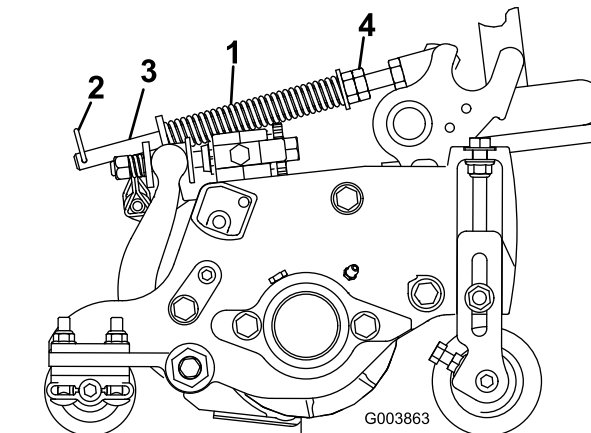

Figura 16
1. Asegúrese de que el pasador de horquilla está instalado en el taladro del extremo de la varilla (Figura 16).
Nota: Si es necesario retirar la unidad de corte de la máquina, mueva la chaveta al taladro delantero de la varilla del muelle (Figura 16). Asegúrese de mover la chaveta de nuevo al taladro trasero de la varilla del muelle después de reinstalar la unidad de corte en la máquina.